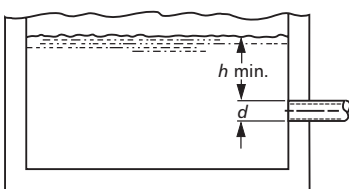

Figure 2
- 3.6. Le diamètre (D) et la hauteur d'immersion (H) de l'orifice d'entrée du tuyau d'aspiration doivent être suffisants pour empêcher l'aspiration d'air par vortex (V. fig. 2 à 5).